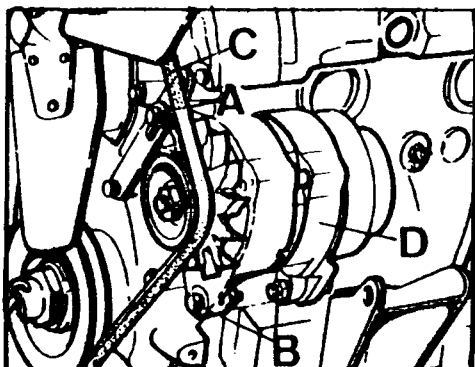

Fig. A1-24 Desmontaje del alternador
- 1.4. Desmontar el tornillo, A (Fig. A1-24) del tensor, pivotar el alternador, D, hacia adentro y extraer la correa, C.
- 1.5. Desmontar los elementos de fijación, B (Fig. A1-24) del alternador, D, y extraer este último.